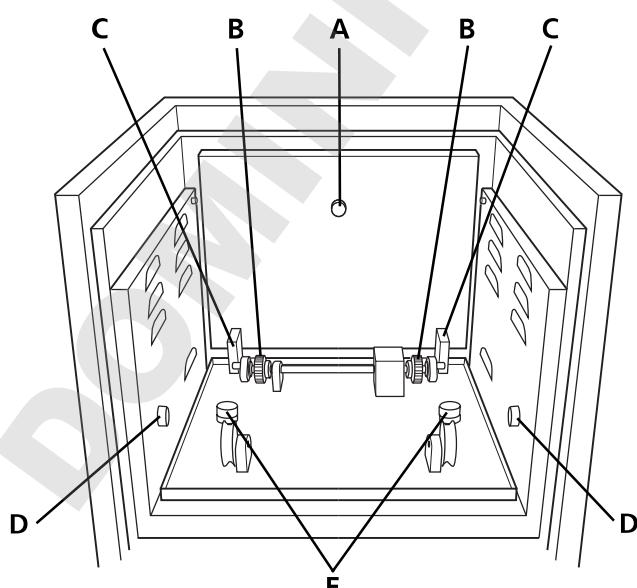

Fig 4: Pièces motrices de l'étuve SI30H
- 5.4 Placez le tournebroche dans l'étuve, sur le mécanisme de rotation, en veillant à ce que les bandes dentelées à l'une ou l'autre extrémité du tournebroche se logent dans les roues dentées du mécanisme de rotation à l'arrière de l'étuve (B sur la figure 4). Les collierettes en plastique du tournebroche se positionnent sur les petites roues du plancher de l'étuve. Fermez la porte de l'étuve.
- 6.2 Soulevez la plate-forme par sa poignée (A sur la figure 4) depuis sa position de rangement, faites-la coulisser vers l'avant et posez-la sur le mécanisme de bascule en plaçant les ergots latéraux de la plate-forme dans les gorges de retenue (D) sur les parois latérales de la chambre de l'étuve. Cette